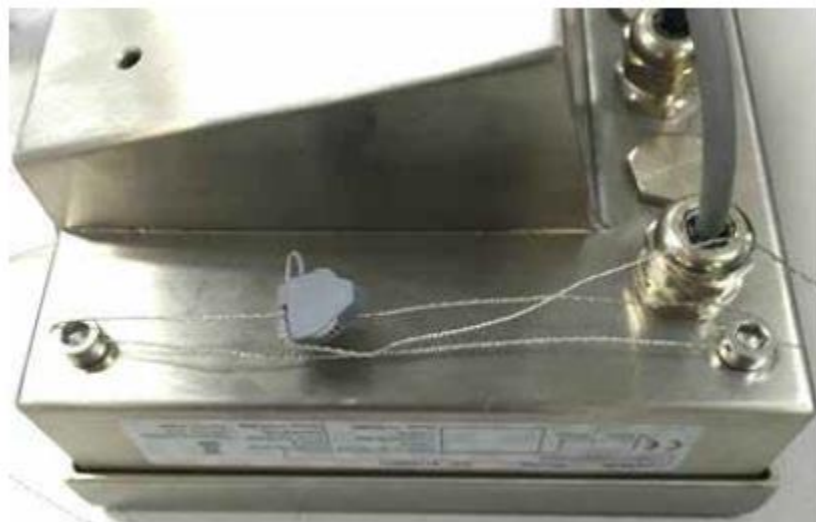

图 5-5：铅封方法
IND256x 的铅封细节见图 5-5，具体步骤如下：
2. 用铅封线穿过相邻的 2 个铅封螺钉的孔中后固定铅封座即可（如图 5-5）